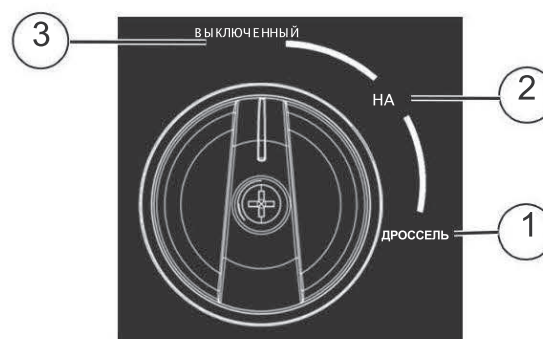

Рисунок 3-2. Положения ВЫКЛ/ВКЛ/ДРОССЕЛЬ
2. См. рис.3-2. Поверните диск ВЫКЛ/ВКЛ- ДРОССЕЛЬ в положение ДРОССЕЛЬ (1).
5. Смотрите рисунок 3-2. Когда двигатель запустится, поверните ВЫКЛ./ВКЛ./ПЕРЕКЛЮЧАТЕЛЬ ДРОССЕЛЯ в положение ВКЛ. (2). Работа ДРОССЕЛЯ уменьшается при ВЫКЛ./ВКЛ./-Диск дросселя повернут в сторону ЕДИНИЦЫ.
3. Смотрите рисунок 3-2. Поверните диск ВЫКЛЮЧЕНИЯ/ВКЛЮЧЕНИЯ/дроссельной заслонки в положение ВЫКЛ. (3).
1. Смотрите рисунок 3-2. Поверните диск ВЫКЛЮЧЕНИЯ/включения/дроссельной заслонки от УПОРА до ВКЛ. Это откроет топливный клапан и позволит запустить двигатель.